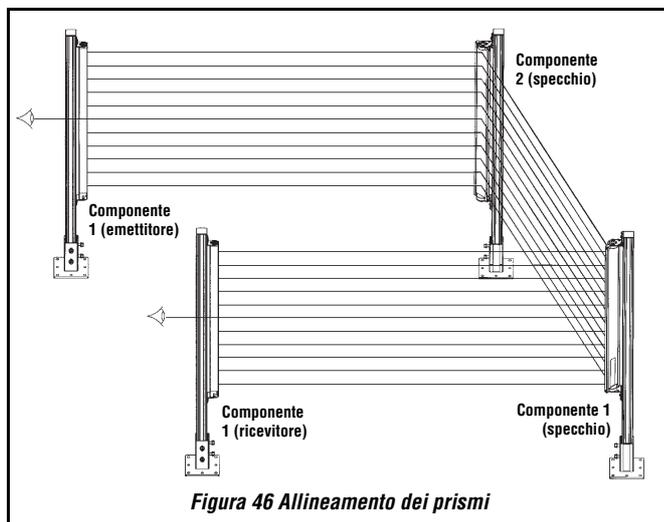

Figura 46 Allineamento dei prismi
- 2) Facendo riferimento alla Figura 46 a pagina 49, orientare visivamente da dietro l'emettitore o il ricevitore direttamente verso lo specchio (o il primo specchio sulla linea).